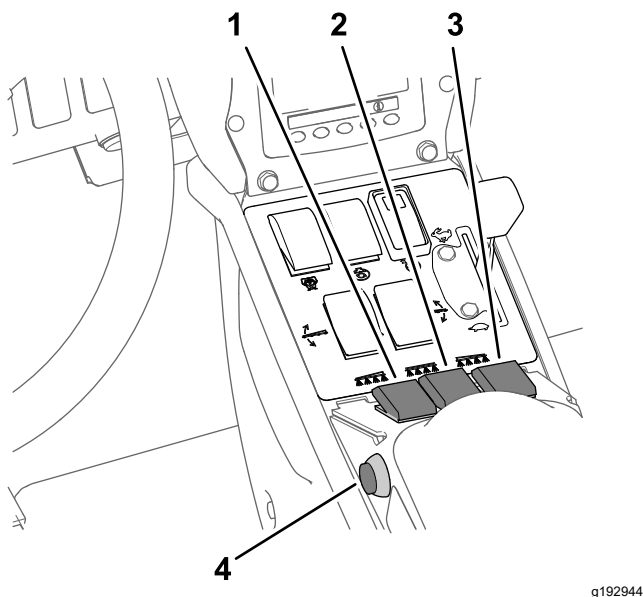

Figure 40
- Placez le(s) interrupteur(s) de section en position ACTIVÉE (Figure 40).
- Conduisez à la vitesse voulue, puis réglez la commande générale des sections en position MARCHÉ pour commencer la pulvérisation (Figure 40).
3. Placez la commande générale des sections en position ARRÊT; voir Figure 40 sous Pulvérisation en mode débit d'application \(page 39\).
7. Placez les interrupteurs des sections individuelles en position ACTIVÉE; voir Figure 40 sous Pulvérisation en mode débit d'application \(page 39\).
9. Conduisez à la vitesse voulue puis réglez la commande générale en position MARCHÉ pour commencer la pulvérisation; voir Figure 40 sous Pulvérisation en mode débit d'application \(page 39\).